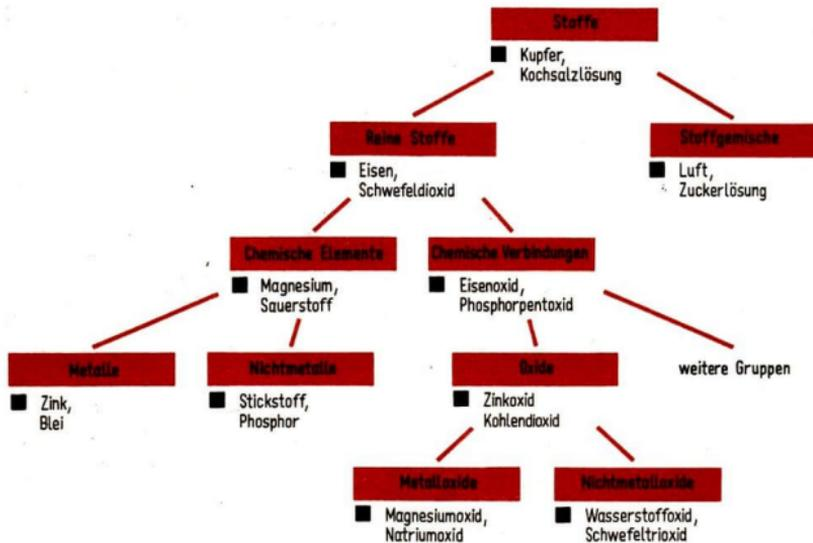

Abb. 34 Übersicht zur Einteilung der Stoffe
- ① Erläutere die Bedeutung von Verbrennungsvorgängen für die Herstellung des elektrischen Stromes, der in Wärmekraftwerken erzeugt wird!
- ② Erläutere an Beispielen, daß Verbrennungen von großer Bedeutung für den Gütertransport und die Personenbeförderung sind!
- ③ Erläutere am Beispiel der Stoffe Natriumoxid, Aluminiumoxid, Magnesiumoxid und Kohlendioxid, daß in Verbindungen mindestens zwei Elemente vereinigt sind!
- ④ Ordne die Elemente Kupfer, Blei, Schwefel, Magnesium, Sauerstoff und Phosphor in Metalle beziehungsweise Nichtmetalle! Zeige, daß die Einteilung auf unterschiedlichen Eigenschaften beruht!
- ⑤ Fertige eine Tabelle mit den Spalten „Element“, „Verbindung“ und „Stoffgemisch“ an! Ordne folgende Stoffe ein: Magnesiumoxid, Kupfer, Sauerstoff, Zuckerlösung, Luft, Stickstoff, Salzlösung, Granit, Phosphor, Wasserstoffoxid, Blei, Kupferoxid!
geordnet (Abb. 34). Alle **reinen Stoffe** sind nach der Zusammensetzung in **chemische Elemente** und **Verbindungen** eingeteilt ( / S. 36). ③